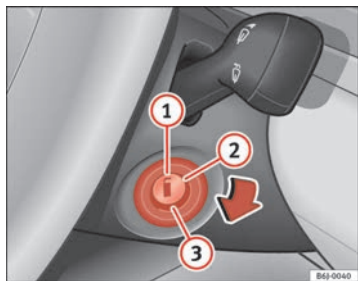

Abb. 94 Stellungen des Zündschlüssels
In dieser Stellung ⇒ Abb. 94 sind die Zündung und der Motor ausgeschaltet und die Lenkung kann gesperrt werden.
- Drehen Sie den Zündschlüssel in Stellung ⇒ Seite 137, Abb. 94 . Beim Vorglühen des Motors leuchtet die Kontrollleuchte auf.
- Drehen Sie den Zündschlüssel in Stellung ⇒ Seite 137, Abb. 94 **1**.